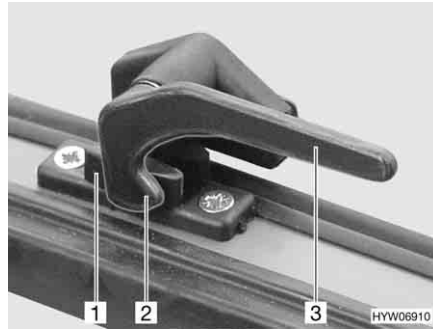

Fig. 69 Leva di serraggio in posizione "Chiuso"
- Ruotare la leva di serraggio (Fig. 69,3) di un quarto di giro verso il centro della finestra.
- Ruotare la leva di serraggio (Fig. 69,3) di un quarto di giro verso il telaio della finestra. Il nasello di chiusura (Fig. 69,2) si trova sul lato interno della chiusura della finestra (Fig. 69,1).
- In posizione "Completamente chiusa" (Fig. 69).